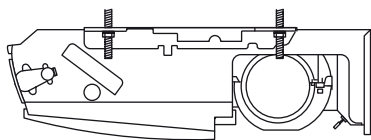

Fig. 3-15
c) Serrer les 2 écrous hexagonaux sur chaque boulon de suspension pour suspendre l'unité intérieure de la manière indiquée en Fig. 3-15.